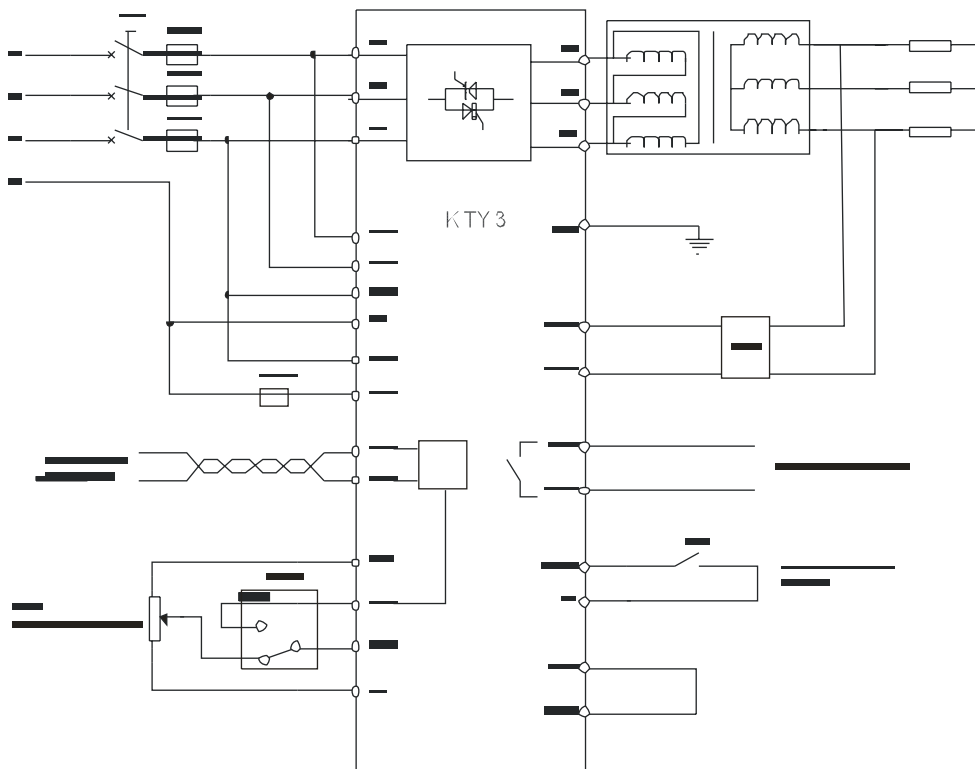

图 4-2 KTY3 应用于低电压、大电流负载的电压闭环控制
- 图 4-2 中电压反馈取自变压器的二次侧，此方法可精确恒定负载电压。由于标准配置的恒压型调压器在出厂时反馈信号连接到了调压器输出端(相当于图中变压器一次侧),如要按图 4-2 的方式接线，可在订货时提出或在使用时向我们联系。